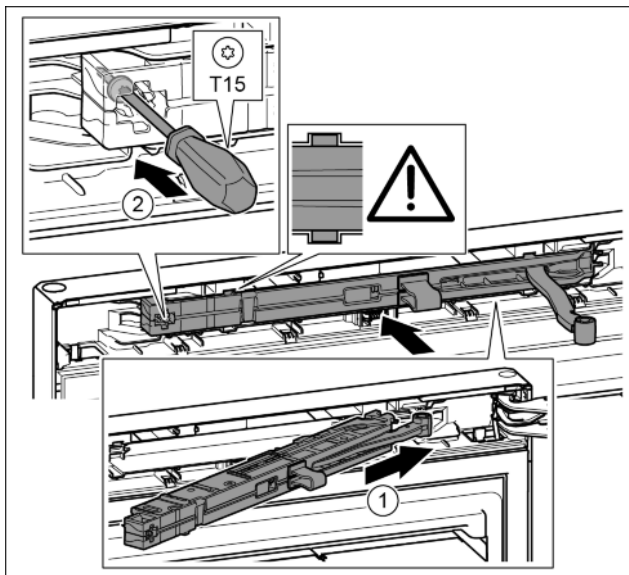

Fig. 48
- ▶ Amortyzator zamykania drzwi po stronie płytki zawiasu wsunąć ukośnie w zagłębienie aż do oporu. Fig. 48 (1)
- ▶ Śrubę przykręcić przy pomocy śrubokręta T15. Fig. 48 (2)